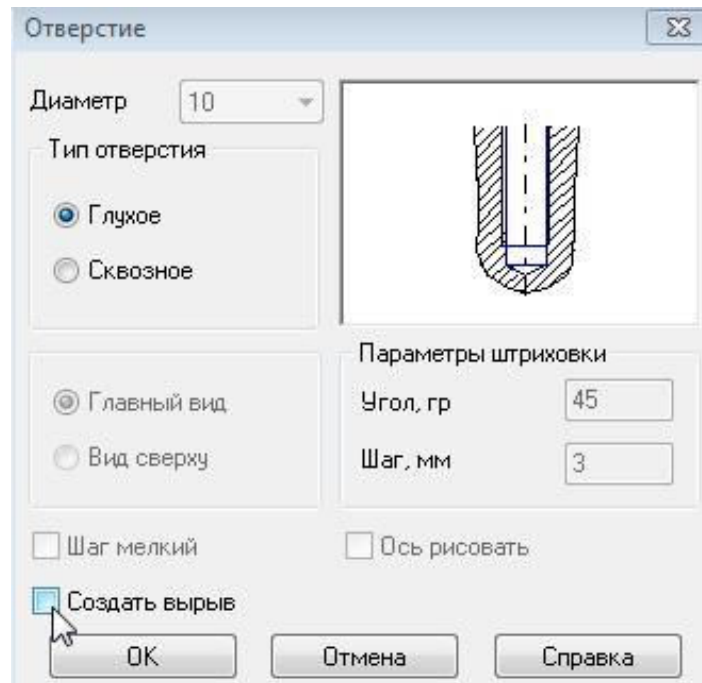

Рис. 10.16
- дважды щелкните левой кнопкой мыши на элемент **Отверстие** в нижнем окне, в открывшемся окне **Отверстие** отключите флажок **Создать вырыв** (рис. 10.16) и нажмите **ОК**;